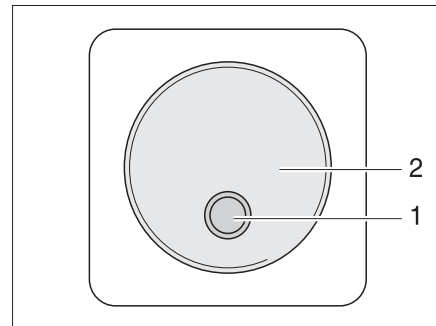

Bild 190 Externer Schalter
- II "Remo." = Gerät kann am externen Schalter (Bild 190,1) ein- und ausgeschaltet werden.
Der externe Schalter für den Wechselrichter (Bild 190) befindet sich im Innenraum des Fahrzeugs, beispielsweise im Eingangsbereich. Der Schalter ist mit der Beschriftung "Wechselrichter" gekennzeichnet. Die LED (Bild 190,1) zeigt den Betriebszustand des Wechselrichters an.